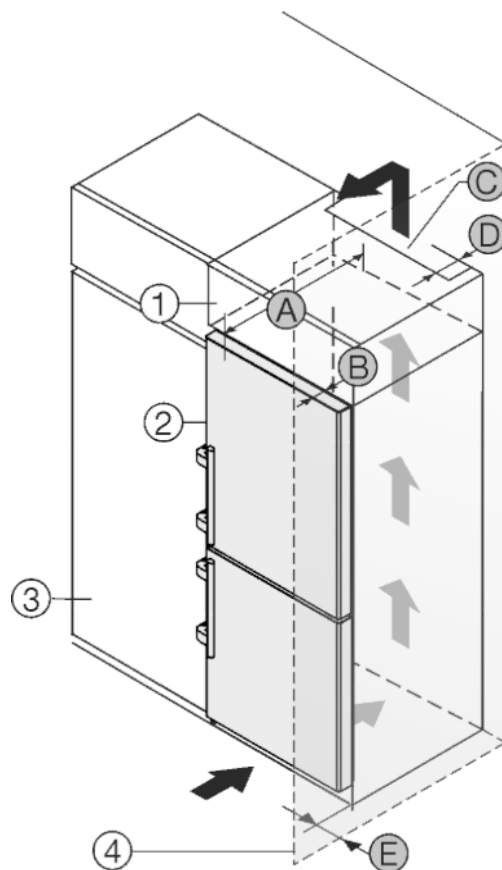

Fig. 24
Spotřebič lze zabudovat do kuchyňských skříní. K vyrovnání spotřebiče Fig. 24 (2) na výšku kuchyňské linky lze na přístroj nasadit nástavec Fig. 24 (1).
Spotřebič lze instalovat přímo vedle kuchyňské skříňky Fig. 24 (3). Aby bylo možné dvířka plně otevřít, musí spotřebič přesahovat o hloubku Fig. 24 (B) vůči přední linii kuchyňské skříňky. V závislosti na hloubce kuchyňských linek a použití vymežovačů odstupů od stěny může spotřebič vyčnívat dále.
- Na zadní straně skříňky nástavce musí být větrací šachta hluboká alespoň hloubku *Fig. 24 (D)* mm přes celou šířku nástavce skříňky.
- Pod stropem místnosti musí být dodržen ventilační průřez *Fig. 24 (C)*.
Pokud je spotřebič se závěsy instalován vedle stěny *Fig. 24 (4)*, musí být dodržena vzdálenost *Fig. 24 (E)* mezi spotřebičem a stěnou. To odpovídá přesahu madla při otevřených dveřích.